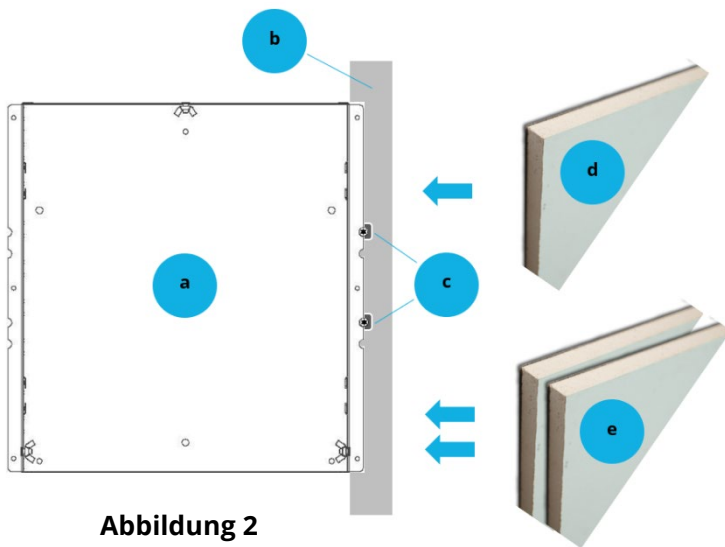

Abbildung 2
- 4 Abstandslaschen - für einfache Beplankung (siehe Abb. 2)
- 5 Abstandslaschen - für zweifache Beplankung (siehe Abb. 2)